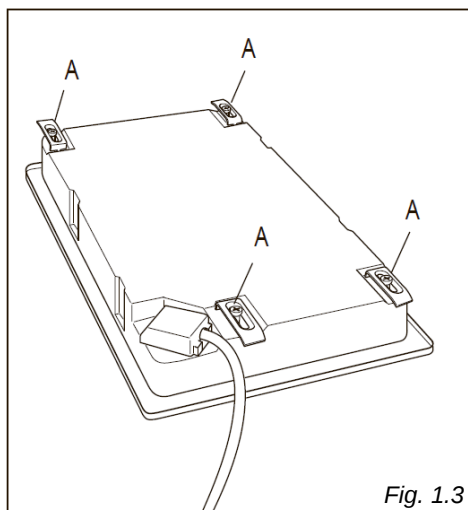

Fig. 1.3
Cada tampo de cozinha é fornecido com um kit de instalação, incluindo suportes e parafusos para fixar o topo a painéis fixos de 30 a 40 mm de espessura, figs. 1.3, 1.4.
- Vire a placa ao contrário e coloque as patilhas "A" (fig. 1.3) nos apoios, aperte apenas os parafusos "B" algumas voltas. Certifique-se de que as abas estão montadas corretamente como mostrado na figura 1.4. Vire as patilhas que a placa possa ser colocada no orifício.